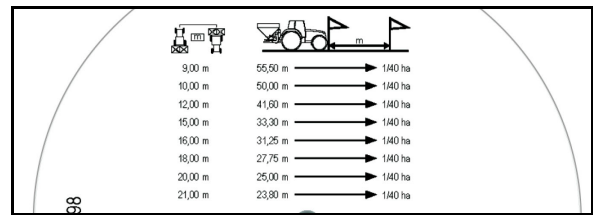
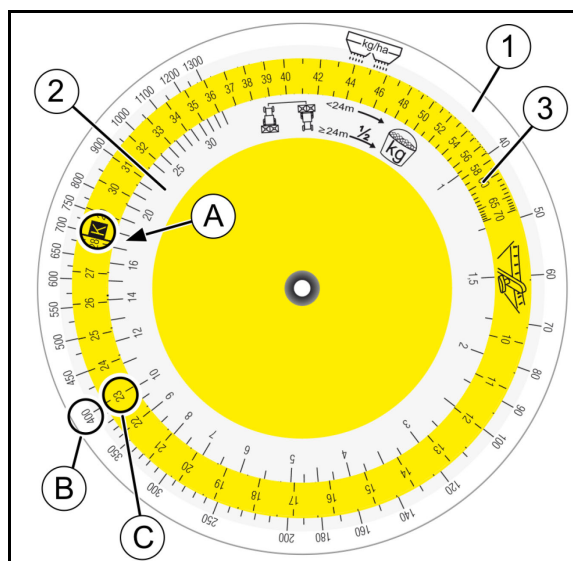

图 65
图 67
1. 用钩杆（图 67/2）将收集容器（图 67/1）挂在出口槽（图 67/3）在夹紧装置（图 67/4 和图 65/1）中固定住收集容器。
2. 用拉绳（图 67/6）完全打开出口槽的侧滑门（图 67/5）大约 5 秒（确保肥料均匀流动）。之后将收集到的肥料倒回撒肥机。